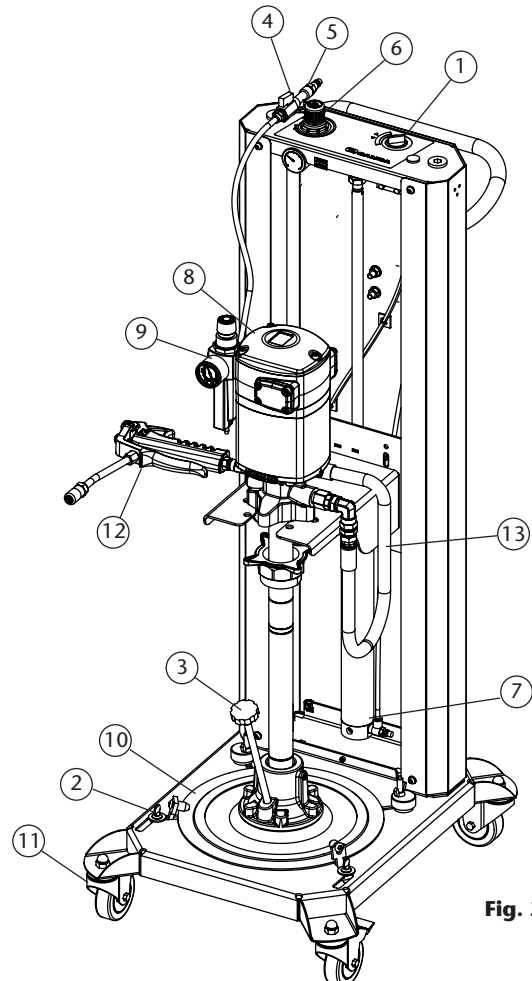

Fig. 2
Una vez verifique que su equipo contiene todos estos elementos, (fig. 2), conéctelo a una entrada de aire comprimido de 10 bar como máximo, a través de la entrada de aire al inductor (pos. 5).